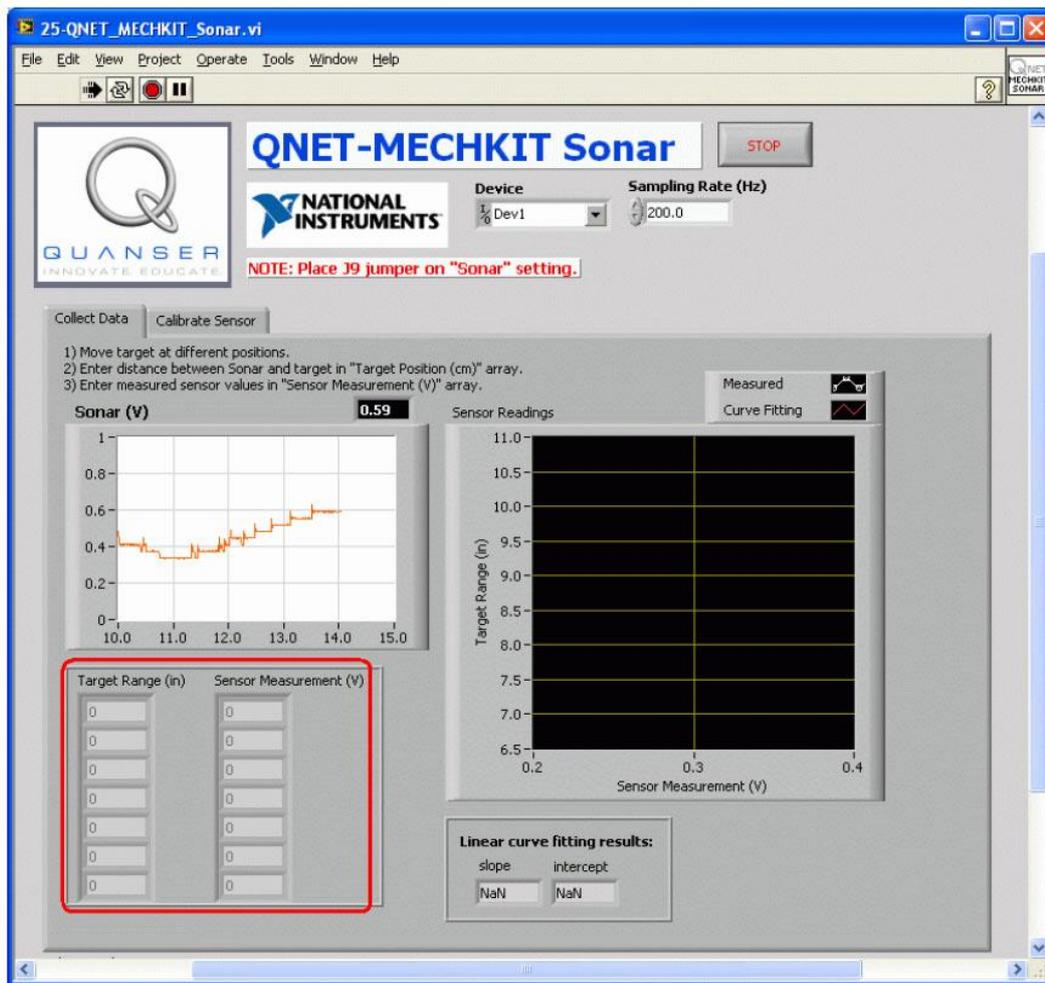

Рисунок 43. Сбор данных с помощью сонара.
3. Как только объект попал в рабочий диапазон сонара, введите расстояние между объектом и сонаром в массив *Target Range (cm)* (рисунок 43).
4. Введите соответствующий результат измерения напряжения на выходе сонара в массив *Sensor Measurement (V)* (рисунок 43).